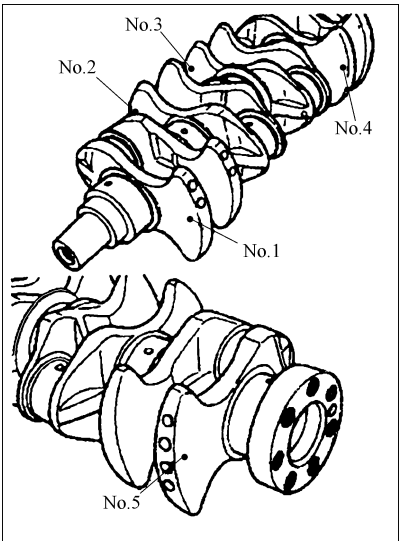

图 2-141 曲轴主轴颈识别记号位置
(2) 曲轴轴承的安装
① 按表 2-12 所示，选择尺寸符合曲轴主轴颈的轴承。曲轴主轴颈识别记号位置如图 2-141 所示。